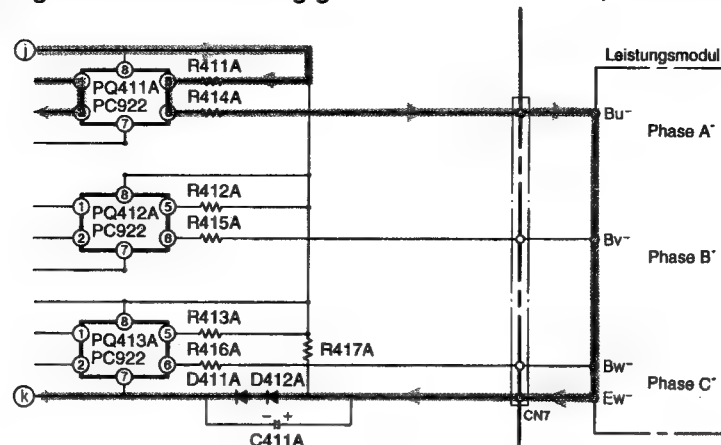

Abb. 8-1
Abb. 8-1 zeigt den Antriebsschaltkreis des unteren Arms.
- Wenn der Stift ②⑥ des Mikrocomputers von "Hi" auf "Lo" wechselt, schaltet ein Fotokoppler zwischen den Stiften ① und ② des PQ411A ein, so daß ein Strom in Richtung Klemme ① → R411A → PQ411A → R414A → Klemmen Bu⁻ des Leistungsmoduls → Klemmen Eu⁻ → D412A → D411A - Klemme ① fließt und die Transistoren des unteren Arms antreibt (Abb. 8-1).
- Die Signale, die in Abhängigkeit von den Positionsdetektorsignalen ein⁻ oder ausschalten, werden an den Stiften ②⑥, ②⑦ und ②⑧ des Mikrocomputers auf die gleiche Weise wie in dem Antriebsschaltkreis des oberen Arms ausgegeben und danach an den Stiften ② der Fotokoppler PQ411A und PQ413A eingegeben.